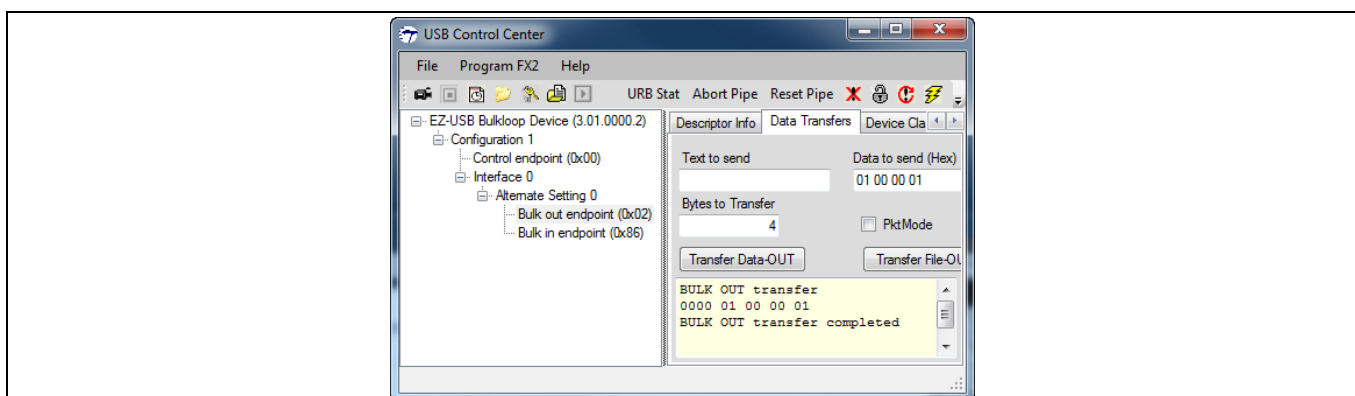

Figure 53 USB コントロールセンターはデータを転送
5. Figure 53 に示すように数字を **Data to send (Hex)** テキストボックスに入力します。